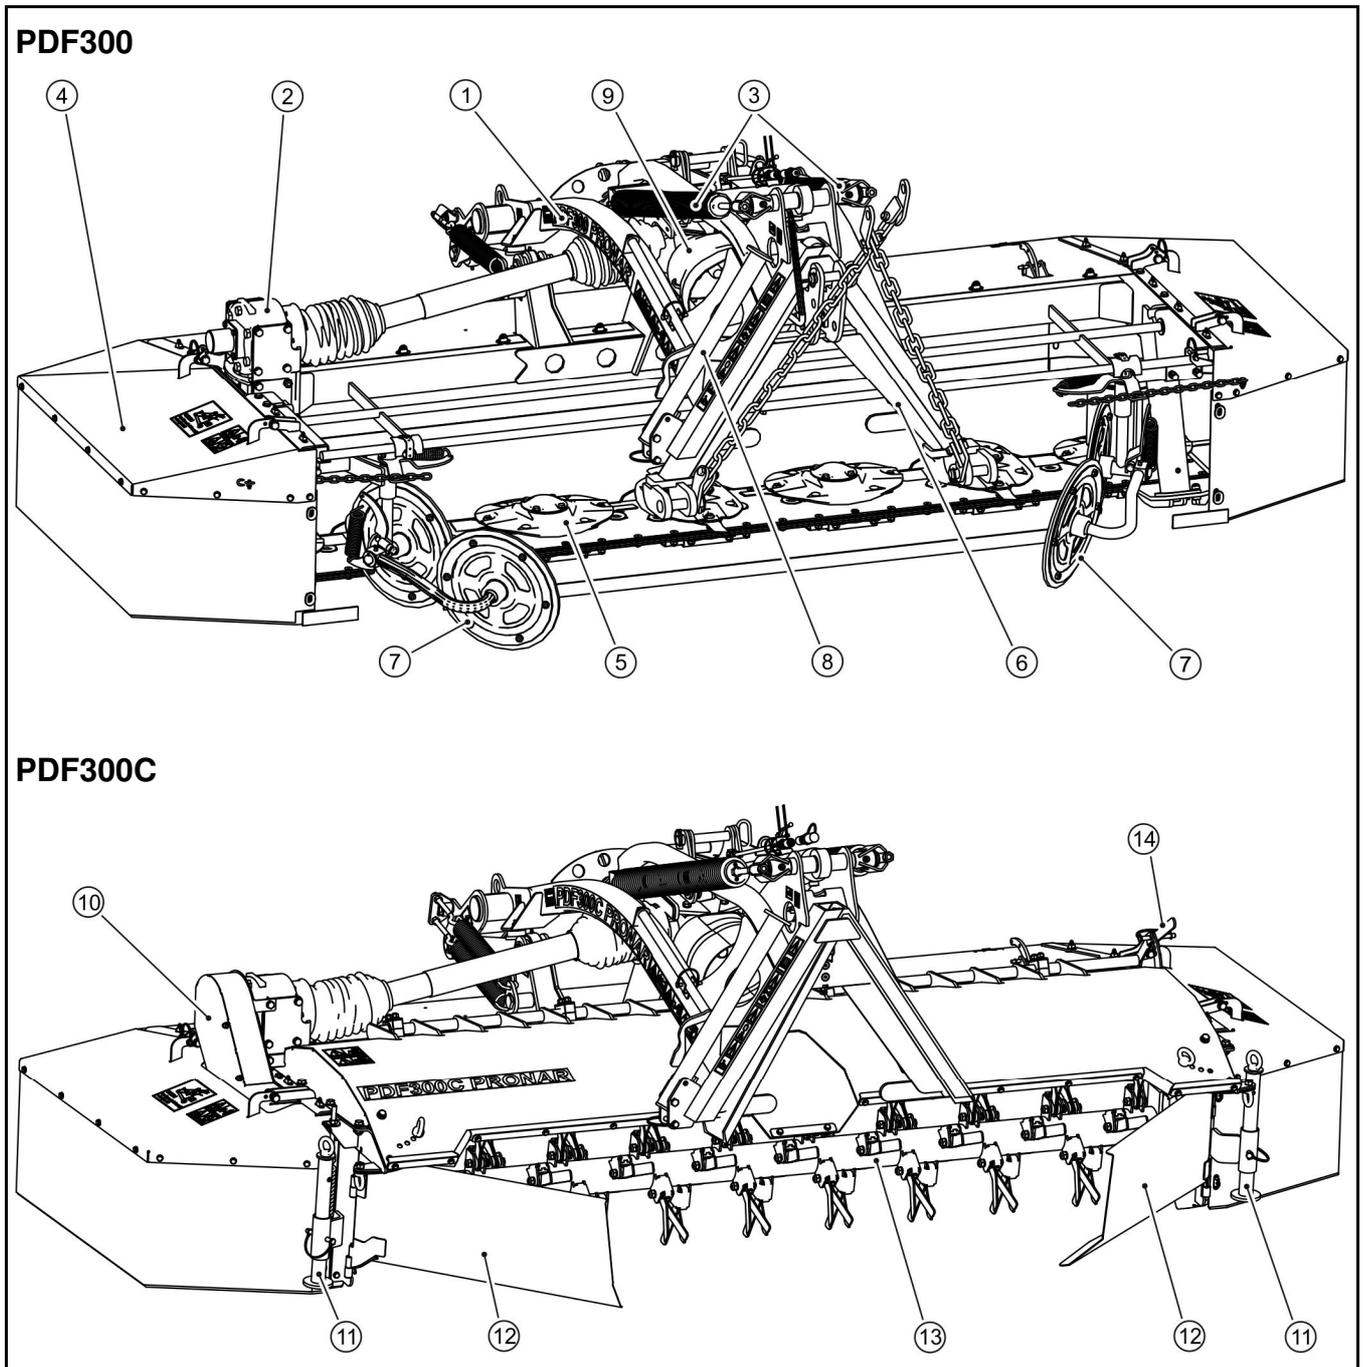

ABBILDUNG 3.1 Allgemeine Aufbau
(1) Aufhängerahmen, (2) Mähbalkentriebsgetriebe, (3) Entlastungsfedern, (4) Hauptrahmen mit Schutzvorrichtungen, (5) Mähbalken, (6) Kupplungsdreieck, (7) Schwadabstreifer, (8) Stützfuß, (9) Zentralgetriebe der Mähmaschine, (10)- Riemenantrieb des Schwadaufbereiters (PDF300C), (11)- Stützen der Aufbereitungseinheit (PDF300C), (12)- Schwadabstreifer (PDF300C); (13)- Welle des Aufbereiters (PDF300C); (14)- Einstellhebel für den Dämpfungsfinger (PDF300C).
Die PDF300 / PDF300C Frontscheibenmäähmaschine (ABBILDUNG 3.1) ist für den Einsatz mit einem Traktor konzipiert, der mit einem Front-Dreipunktgestänge (Dreipunktanbau) und einer Frontzapfwelle (PTO) ausgestattet ist. Es besteht aus einem Aufhängerahmen (1), der über Gestänge und Bolzen mit dem Hauptrahmen (4) verbunden ist. Am Hauptrahmen sind anhebbare Seitenschutzbügel, ein Frontschutzbügel und ein Heckschutzbügel angebracht. Die Kraftübertragung vom Traktor zum Mähbalken (5) erfolgt über Getriebe (2) und (9) und Zapfwellen (KAPITEL 3.4 "ANTRIEBS- UND SCHNEIDEINHEIT"). Die Entlastungsfedern (3) sind so konstruiert, dass sie einen gleichmäßigen Druck des Mähbalkens auf den Boden aufrechterhalten (KAPITEL 4.5 „EINSTELLUNG UND MÄHEN“).. Die verschiebbaren Schwadabstreifer (7) sind am Hauptrahmen (PDF300) angebracht, um einen Schwad von 1,2 bis 2,0 m zu legen.